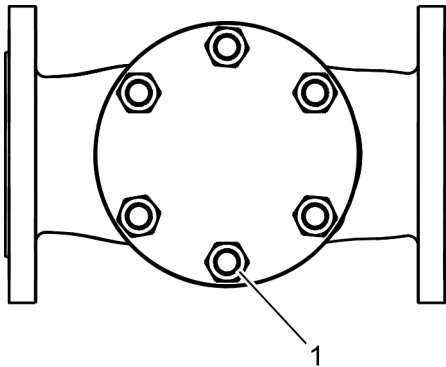

Abb. 7: Muttern lösen (Anzahl der Muttern/Stiftschrauben kann variieren)
1. ➔ Muttern am Rückschlagdeckel gleichmäßig (Abb. 7/1) lösen.